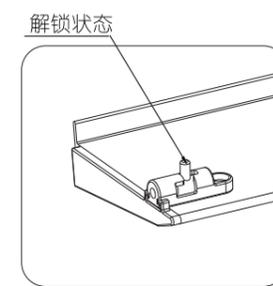

图22
- 1) 安装前确保其锁扣件是在解锁状态的!如图22、24所示;